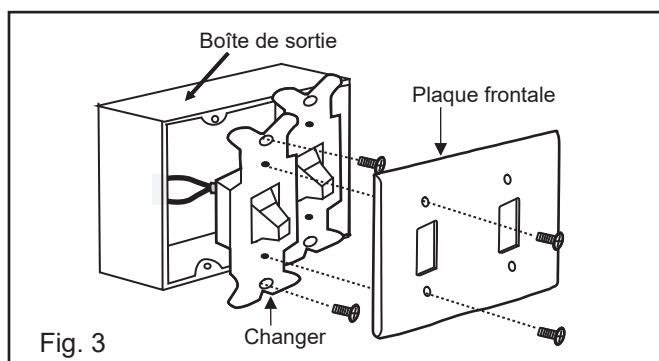

Fig. 3
1. Remove the existing wall plate and old switch from the wall outlet box. (Fig. 3)
1. Retirez la plaque murale existante et l'ancien interrupteur de la boîte de prise murale. (Fig. 3)